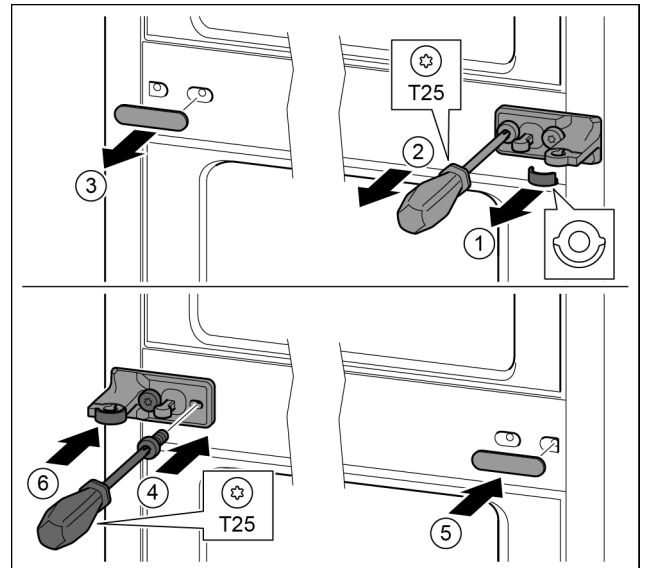

Fig. 15
- ▶ Schijf eraf trekken. Fig. 15 (1)
- ▶ Schroeven met schroevendraaier T25 eruit draaien. Fig. 15 (2)
- ▶ Afdekking voorzichtig eraf trekken. Fig. 15 (3)
- ▶ Lagerbus met folie 180° gedraaid op de andere kant bevestigen. Fig. 15 (4)
- ▶ Afdekking 180° gedraaid op de andere kant aanbrengen. Fig. 15 (5)
- ▶ Schijf vanaf de voorkant erop schuiven. Fig. 15 (6)